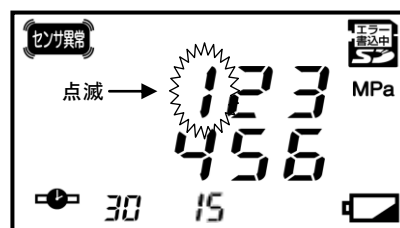

図 3 環境設定画面
- ②特定製造所番号を設定します
- 1.図 3 の表示状態で【表示切替スイッチ】を押します。